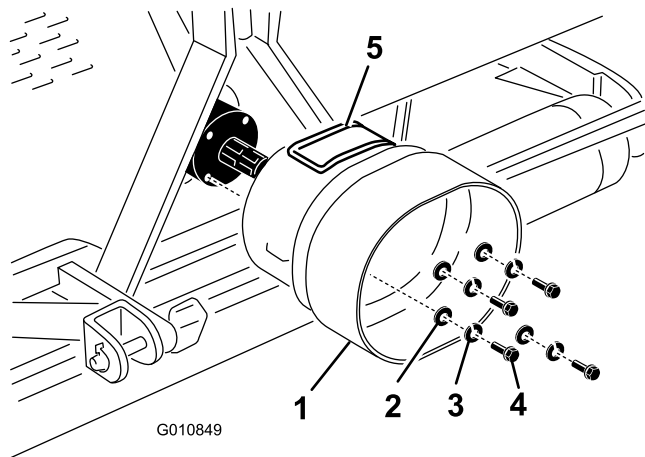

図 19
- エアレータのギアボックス後部についているボルト、ロックワッシャ、平ワッシャ (各 4 個) を外す (図 19)。
2. いま取り外したボルト類を使用して、PTO シールドをエアレータのギアボックスに取り付ける (図 19)。PTO シールドを取り付ける際に、アクセスポネル (図 19) が上または側面にくるようにする；上になるか側面になるかは、エアレータのフレームの構成による。
注 アクセスポネル (図 19) は、PTO シャフトの取り付けボルト類へのアクセスを容易にするためのパネルです。